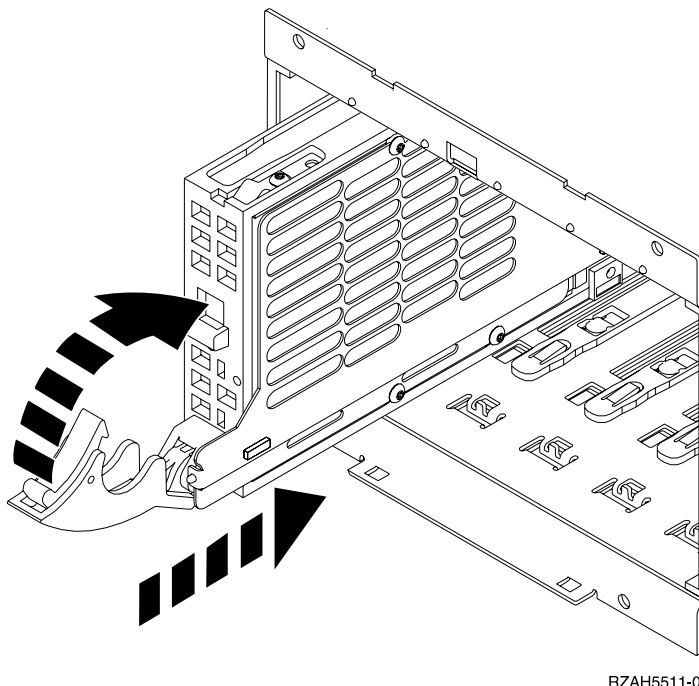

Figure 38. Installation d'une unité de disques
- ___ 18. Faites glisser l'unité de disques dans l'unité d'extension jusqu'à ce qu'elle **se bloque**, comme illustré à la figure 38.